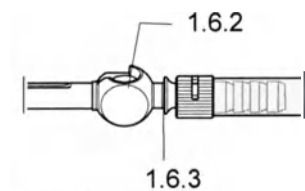

Рис. 9
- Промывайте внутреннюю часть (1) и наружную часть (2) при помощи промывочного пистолета до тех пор, пока не начнет выходить чистая вода.
- ◆ Через соединение Люэра (1.6.3) установить связь между корпусом крана (1.6.2) и моечной машиной так, чтобы обеспечить полную промывку (рис. 9)